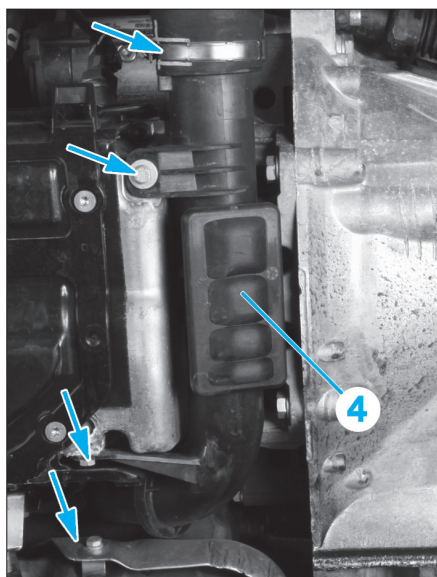

Fig. 4
- Déposer le conduit inférieur (4) (Fig.4).